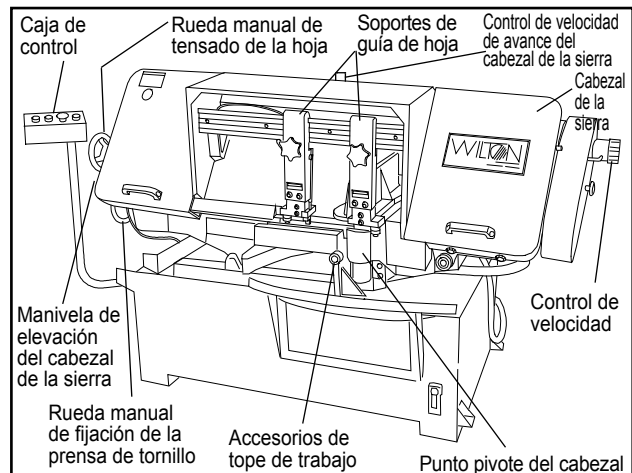

Figura 5: Controles
6. La velocidad con la que baja el cabezal de la sierra está controlado por una válvula de control hidráulico de avance localizada en la parte posterosuperior de la sierra (vea la figura 5).
3. Para ajustar la velocidad de avance, ajuste la perilla de la válvula de control de avance en la parte superior del cabezal de la sierra (vea la Figura 5).